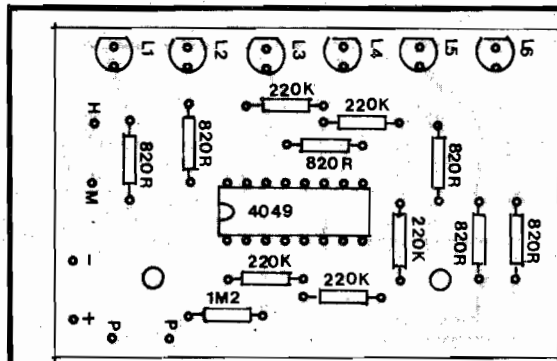

Fig.3
- FIG. 3 - CHAPEADO DA MONTAGEM - A placa, agora, é vista pelo seu lado não cobreado, já com todas as peças principais inseridas... Atenção aos seguintes
das suas posições originais sobre a placa (rever fig. 3) "casará" bem com o display externo, bastando fazer, na tampa da caixa, os furinhos nas convenientes localizações, passando por eles as "cabeças" dos LEDs... Numa das laterais pode ficar o knob do potenciômetro de sensibilidade, enquanto que numa das laterais menores do container pode ser feito um furo para passagem dos cabos que vão aos anéis sensores (não esquecer de dar um bom comprimento aos fios, para que o teste não fique desconfortável aos osciladores...).